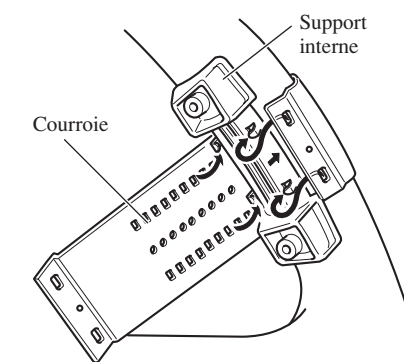

Fig. 16
1. Fixer le support interne à la circonférence intérieure du volant de direction avec la courroie. (Fig. 16)